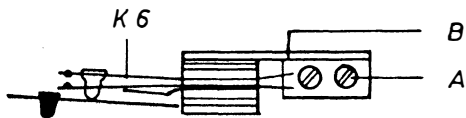

Fig. 13
4.1.2 Adjustment (see Fig. 13)
4.1.2 Réglage (voir fig. 13)
4.1.2 Ajuste (véase fig. 13)